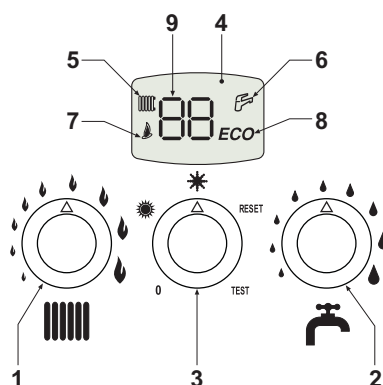
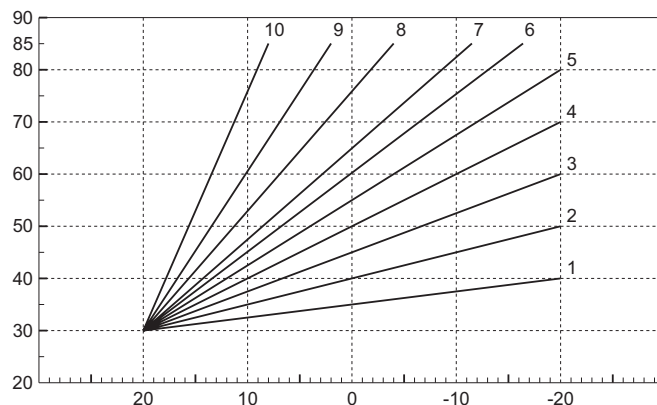

fig. 1 - Panel de control
fig. 14 - Curvas de compensación
La demanda de calefacción (generada por el termostato ambiente o el reloj programador a distancia) se indica mediante el encendido del radiador (5 - fig. 1).
La pantalla multifunción (9 - fig. 1) muestra la temperatura del sensor de calefacción.
La demanda de agua sanitaria (generada por la toma de agua caliente sanitaria) se indica mediante el encendido del grifo (6 - fig. 1).
La pantalla multifunción (9 - fig. 1) muestra la temperatura del sensor sanitario.
La demanda Confort (restablecimiento de la temperatura interna de la caldera) es indicada por el encendido del grifo (6 - fig. 1).
Poner el selector (3 - fig. 1) en 0.
Para volver a encender la caldera, poner el selector (3 fig. 1) en ❄️ (invierno) o ☀️ (verano).
Poner el selector (3 - fig. 1) en ☀️ (verano).
Para desactivar la modalidad Verano, poner el selector (3 - fig. 1) en ❄️ (invierno).
Mediante el mando (1 - fig. 1), la temperatura se puede regular entre 30 °C y 85 °C; pero se aconseja no hacer funcionar la caldera a menos de 45 °C.
Mediante el mando (2 - fig. 1), la temperatura se puede regular entre 40°C y 55°C.
Es posible desactivar el dispositivo (modalidad ECO) poniendo el selector (3 - fig. 1) en RESET 2 segundos y luego en ❄ (invierno) o ☀ (verano). Para activar la modalidad CONFORT, poner el selector (3 - fig. 1) nuevamente en RESET 2 segundos y luego en ❄ (invierno) o ☀ (verano).
Durante el funcionamiento con temperatura adaptable, la temperatura programada mediante el mando de la calefacción (ref. 1 - fig. 1) pasa a ser la temperatura máxima de envío de la instalación. Se aconseja definir el valor máximo para que la instalación pueda regular la temperatura en todo el campo útil de funcionamiento.
Poniendo el selector (ref. 3 - fig. 1) en posición RESET por 5 segundos y a continuación en posición ❄ (invierno) o ☀ (verano) se visualiza "CU".
Operar con el mando del agua sanitaria (ref. 2 - fig. 1) para regular la curva preferida entre 1 y 10 según la característica (fig. 14).
Poniendo el selector (ref. 3 - fig. 1) en posición RESET por 1 segundo y, a continuación, en posición ❄ (invierno) o ☀ (verano), se sale de la programación de la curva de compensación y se visualiza nuevamente "CU".
Girando en sentido horario el mando calefacción (ref. 1 - fig. 1) se visualiza "OF".
Operar con el mando del agua sanitaria (ref. 2 - fig. 1) para regular el desplazamiento de las curvas (fig. 15).
Poniendo el selector (ref. 3 - fig. 1) en posición RESET por 5 segundos y a continuación, en posición (invierno) o  (verano) se sale de las modalidades  de regulación curvas paralelas.